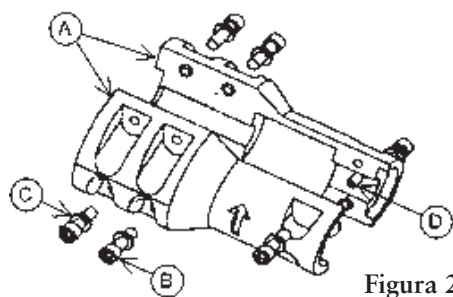

Figura 25: Acople del motor
3. Quite los (2) protectores de acople.
5. Desensamble el acople quitando los (6) tornillos de cabeza hueca. Quite el pasador de espiga en el eje de la bomba. Vea la Figura 25. Guarde los pernos y el pasador de espiga para el reensamblaje.